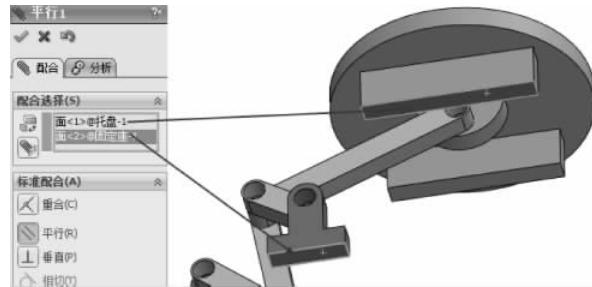

图 3-184 平行配合
(16) 选择【标准配合】选项组下的【平行】配合类型，在【要配合的实体】选择框中选择如图 3-184 所示的面，其他保持默认，单击【确定】按钮 ，完成平行配合。